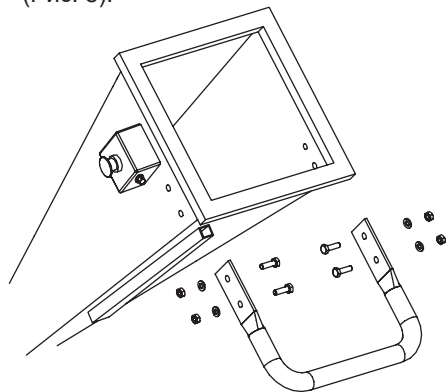

Рис. 8 Установка транспортировочной ручьятки
5. Установите на загрузочную воронку транспортировочную ручьятку. Совместите отверстия в воронке и ручьятке вставьте в отверстия болты, установите шайбы и закрутите гайки (Рис. 8).